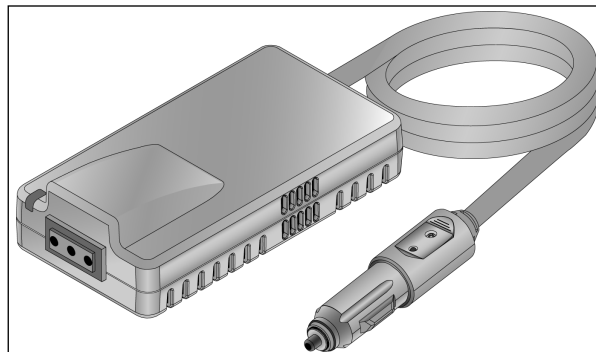

Figura 1. Inversor de CC a CA de APC
- Enchufe el conector del adaptador para encendedor de 12 V (Figura 1) del inversor de CC a CA de APC a la fuente de alimentación: